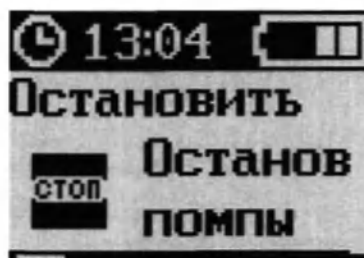

Рисунок 14 – Экран режима «В РАБОТЕ»
1. Нажать кнопку «МЕНЮ» для того, чтобы войти в меню помпы (рисунок 14).